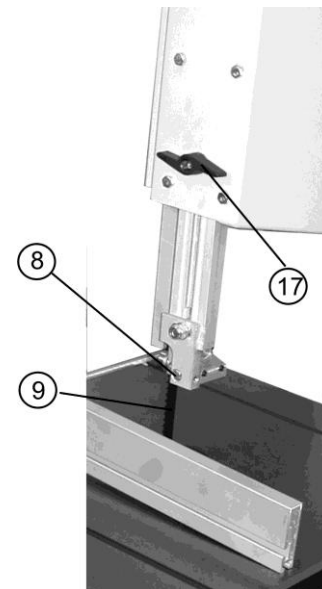

Рис. 11
11.5. Регулировка высоты пиления Рис. 11